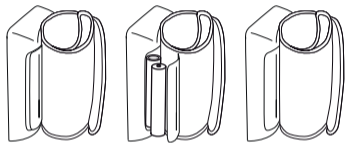

Fig. 1
- Ouvrez le couvercle du compartiment à piles situé sous l'appareil (voir la fig. 1). Insérez les piles (cf. Chapitre 11 « Caractéristiques techniques »). Veillez à faire correspondre les polarités « + » et « - ». Refermez le couvercle du compartiment à piles. 12 h ou 24 h clignote sur l'écran. Réglez désormais tel que décrit ci-dessous la date et l'heure.